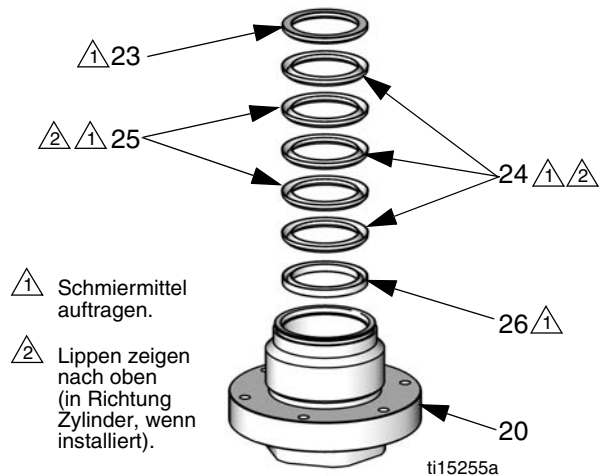
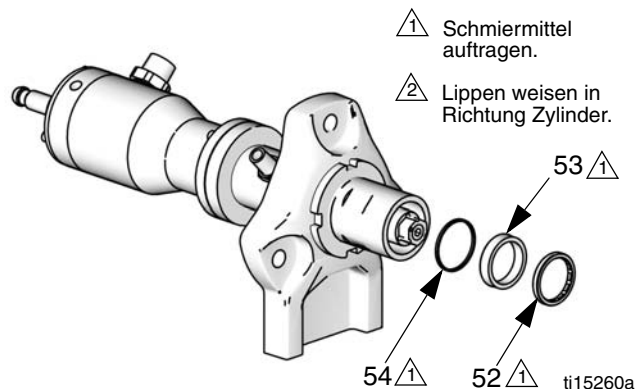

ABB. 10. Halspackungen
ABB. 13. U-Dichtung (Kolbendichtung)
7. **Modelle mit U-Dichtungen:** Entfernen Sie Wälzlager (52), U-Dichtung (53) und Unterlegscheibe (54). Für weitere Informationen hierzu siehe ABB. 13, auf Seite 15.
9. Entfernen Sie Kolbenstange (14) und Faltenbalge (7).
10. Entfernen Sie mit einem 5-mm-Inbusschlüssel die drei Schrauben (17) und Unterlegscheiben (18), um dann die Faltenbalgkammer (1) zu entfernen. Entfernen und entsorgen Sie den O-Ring der Faltenbalgkammer (12).
11. Entfernen Sie mit einem 54-mm-Steckschlüssel die Packungsmutter (20).
12. **Modelle mit V-Packung:** Entfernen Sie die Gegenringe (23, 26), Halspackungen (24, 25) und die Feder (22). Für weitere Informationen hierzu siehe ABB. 10, auf Seite 14.